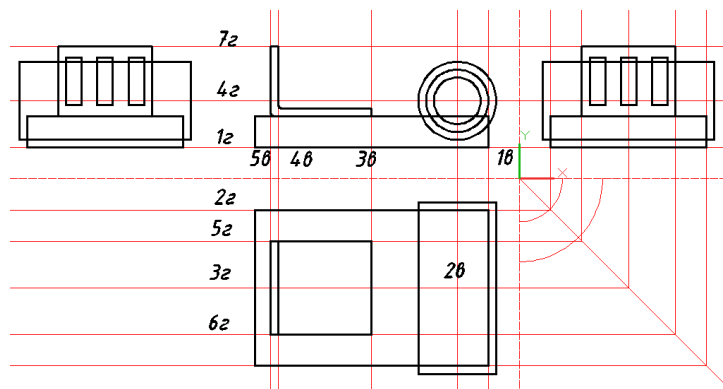

Рис. 8.45. Проміжний вигляд кресленника
– намальовано ескіз кресленника, подібний до рис. 8.45